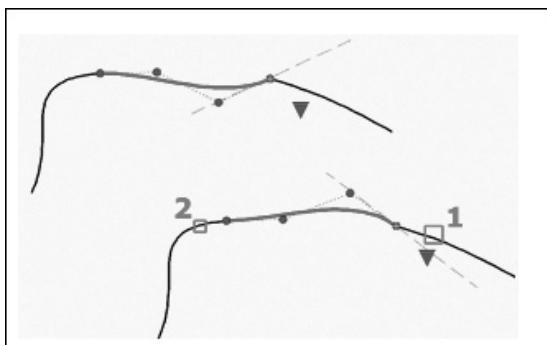

Fig.4.26
- ① Dans le groupe de fonctions **Modification** (Modify), sélectionner **Fusionner les courbes** (Blend curves).
- ② (Facultatif) Entrer « con » (Continuité) et une option de tangence.
- ③ Sélectionner une ligne ou une courbe à proximité de l'extrémité.
- ④ Sélectionner une autre ligne ou courbe près d'une extrémité (fig.4.26).